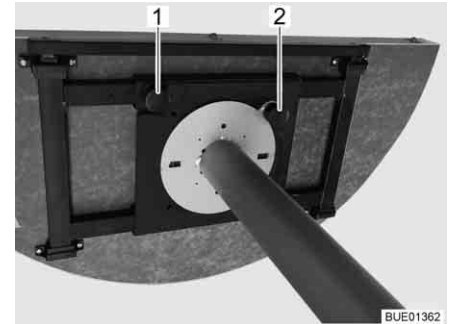

Fig. 113 Mécanisme de réglage
- Desserrer la vis moletée (Fig. 113,1).
- Soulever le bouton de réglage (Fig. 113,2).